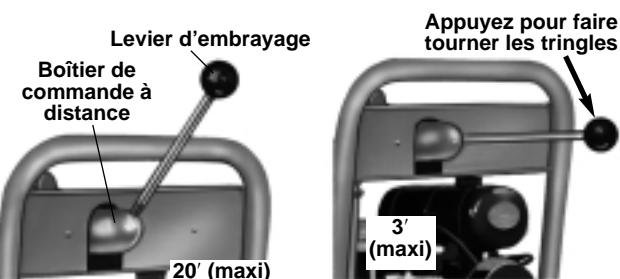

Figure 9 – Levier d'embrayage monté sur le boîtier de commande à distance
- Vissez le levier d'embrayage sur le boîtier de commande à distance (*Figure 9*).
2. Appuyez fermement sur le levier d'embrayage afin de maintenir la pression et faire tourner les tringles (Figure 9).